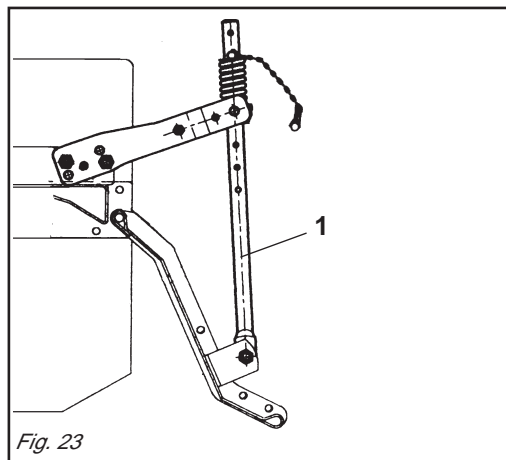

Fig. 23
- 2 - Il martinetto a molla (1 Fig. 23) oltre a sostenere la lamiera livellatrice ed ammortizzarla nel trasporto su strada, serve a evitare il ribaltamento della zappatrice durante il parcheggio.
- 2 - Besides supporting the levelling plate and acting as a shock absorber for it during road transport, the spring ram (1 Fig. 23) prevents the steering hoe from overturning when parking.
- 2 - Die Federwinde (1 Abb. 23) trägt nicht nur das Planierschild und dient beim Straßentransport zur Dämpfung von Stößen, sondern sie soll auch verhindern, daß die Hackfräse während des Parkens umkippt.
- 2 - Le vérin à ressort (1 Fig. 23) sert de soutien à la tôle de nivellement et de suspension pendant le transport sur route, pour éviter le basculement du cultivateur lors du stationnement.
- 2 - De vijzelveer (1 fig. 23) draagt niet alleen de nivelleerplaat en dient tijdens het transport over de weg als schokbreker maar verhindert dat de frees omvalt tijdens het parkeren.